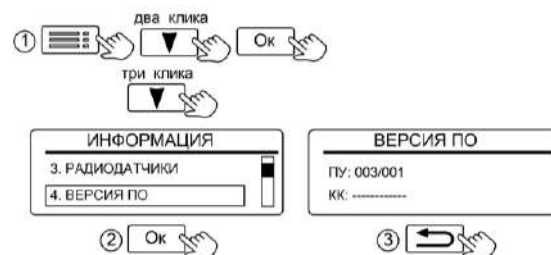

Рисунок 33. Вид вкладки «ВЕРСИЯ ПО»
**11.3.4 Окно «4.ВЕРСИЯ ПО»** отображает информацию об установленной версии программного обеспечения (рис. 33).